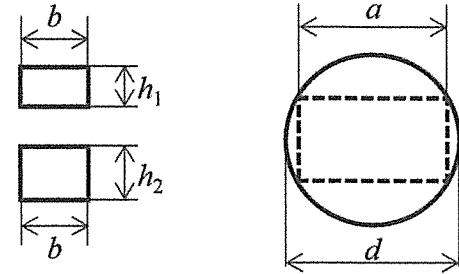

図4
- (1) はりABにおいて、A点とB点での反力  $R_A$ ,  $R_B$  の大きさを求めよ。
- (2) はりABに生じる最大曲げモーメントの大きさ  $|M_{AB\_max}|$  と最大曲げ応力の大きさ  $|\sigma_{AB\_max}|$  を求めよ。ただし、 $R_A$ ,  $R_B$  を用いずに答えよ。
- (3) はりCDにおいて、C点とD点での反力  $R_C$ ,  $R_D$  の大きさを求めよ。
- (4) はりCDに生じる最大曲げモーメントの大きさ  $|M_{CD\_max}|$  と最大曲げ応力の大きさ  $|\sigma_{CD\_max}|$  を求めよ。ただし、 $R_C$ ,  $R_D$  を用いずに答えよ。
- (5)  $|\sigma_{CD\_max}| > |\sigma_{AB\_max}|$  のとき、 $L_2/L_1$  の満たす条件を示せ。
- (6)  $L_2 = 2L_1 = 2.0$  [m],  $h_1 = h_2 = 50$  [mm],  $b = 30$  [mm]のとき、はりAB, CDの降伏応力  $\sigma_Y$  を200 MPa、安全率を4とすると、はりABに加えることのできる最大の等分布荷重の大きさ  $|w_{max}|$  を求めよ。
- (7) 図4に示すように、直径  $d$  の丸棒から断面が長方形のはりを切り出す場合を考える。最も大きな曲げモーメントに耐えうるはりの長方形断面の幅  $a$  は、 $d$  の何倍になるか求めよ。